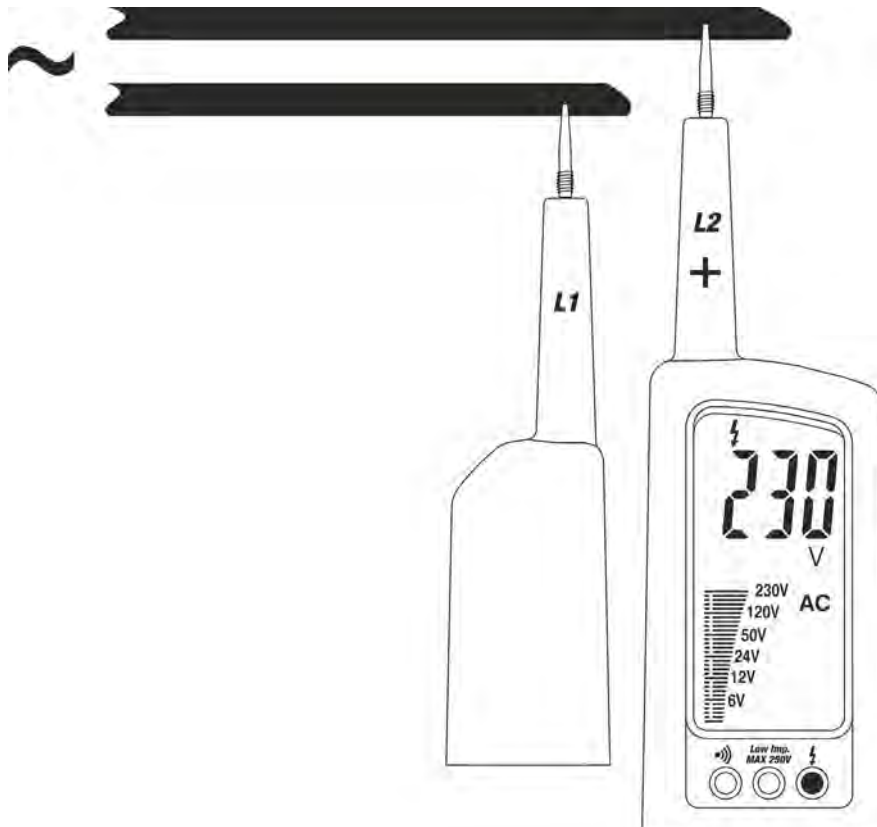

Fig. 3: Medição da Tensões CA
2. Conectar as ponteiros L1 e L2 ao objeto em teste (ver Fig. 3). A medição é efetuada **apenas quando as ponteiros estão em contacto com condutores ativos**.
2. Conectar as ponteiros L1 e L2 ao objeto em teste (ver Fig. 3). A medição **só é efetuada quando as ponteiros estiverem em contacto com condutores ativos**